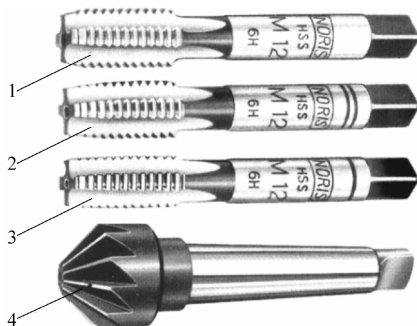

图 4-23
84. 要加工螺纹。请问在底孔打好后应该按下面哪一个顺序使用图 4-23 所示刀具？
- ① 刀具 4、1、2、3                      ② 刀具 1、2、3、4                      ③ 刀具 4、3、1、2
④ 刀具 3、2、1、4                      ⑤ 刀具 4、3、2、1